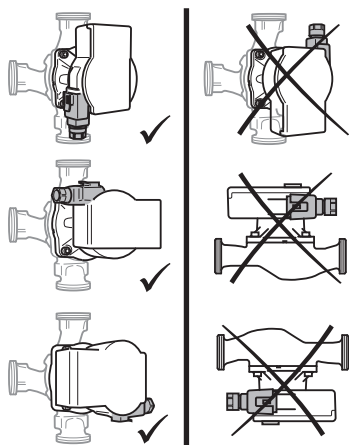

Fig. 2: Θέσεις τοποθέτησης
- Επιλέξτε το μέρος εγκατάστασης σύμφωνα με την επιτρεπτή θέση τοποθέτησης (Fig. 2).
- Κρατήστε σταθερά την κεφαλή κινητήρα (2+6) και ξεβιδώστε τις 4 βίδες κελύφους (5).
- Λάβετε υπόψη την επιτρεπόμενη θέση τοποθέτησης (Fig. 2) και το βέλος κατεύθυνσης ροής στο κέλυφος αντλίας (1).
- Βιδώστε τις 4 βίδες κελύφους (5).